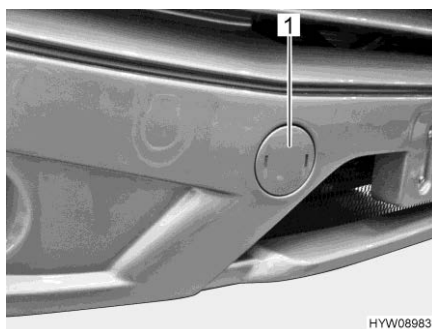

Fig. 41 Copertura (alloggiamento dell'occhiello di traino)
- Rimuovere la copertura (Fig. 41,1) mediante un cacciavite.